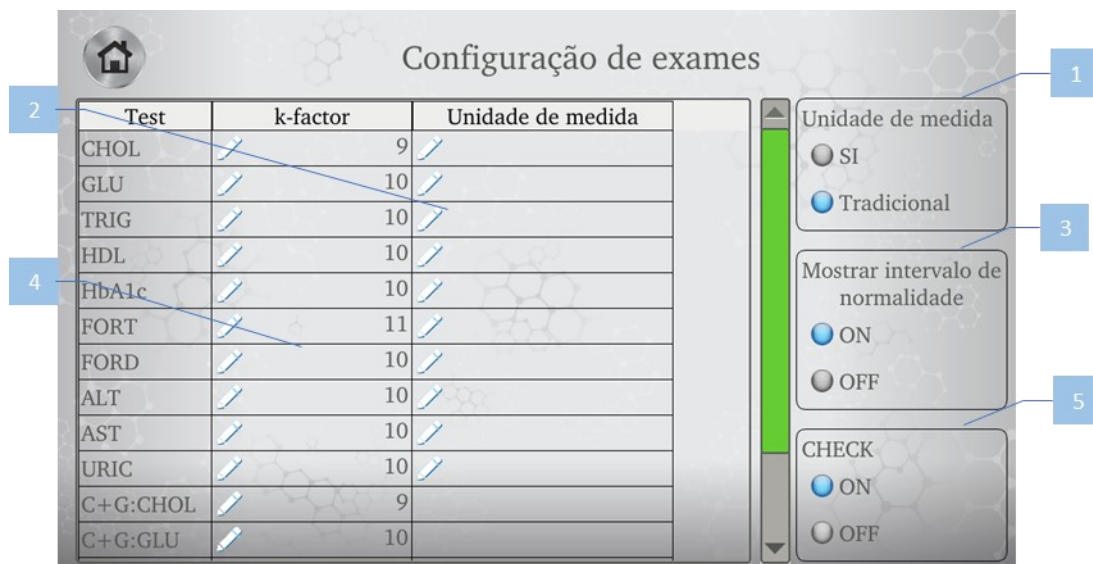

Figura 28
Permite a modificação das unidades de medida com duas opções: tradicional ou sistema internacional (SI) (Figura 28_1).
Permite a modificação das unidades de medida dos testes individuais: tradicional e/ou sistema internacional (SI) (Figura 28_2).
Permite ativar/desativar os intervalos de normalidade dos testes (Figura 28_3).
Permite modificar o k-factor: o k factor correto para um teste está mostrado na embalagem dos reagentes originais Callegari srl. Controlar se o k-factor coincide com aquele apresentado no rótulo (Figura 28_4).
Permite que os usuários ativem ou desativem a verificação de presença / ausência da amostra de sangue na cuvete (Figura 28_5).